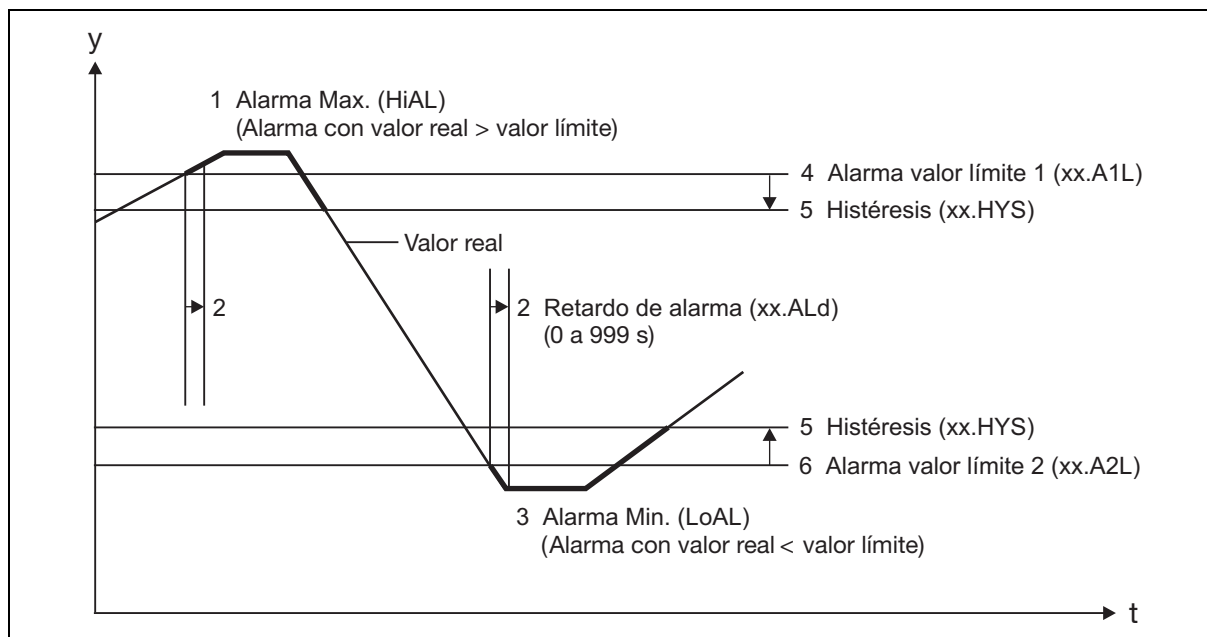

Fig. 9-4 Ajuste de las funciones de alarma
Alarma si se excede el valor límite positivo (después del tiempo de retardo de la alarma), sin consideración de la histéresis (ver gráfico Fig. 9-4, pos. 1).
Alarma si se cae por debajo del valor límite negativo (después del tiempo de retardo de la alarma), sin consideración de la histéresis (ver Fig. 9-4, pos. 3).
Aquí se ajusta el el valor límite para el tipo de alarma 1 y 2 seleccionado (ver Fig. 9-4, pos.4 y pos.6).
La histéresis es la distancia a las alarmas ajustadas de los valores límite 1 o 2 y se ajusta siempre como valor positivo para la alarma máxima y mínima (ver Fig. 9-4, pos. 5).
Con este parámetro se suprimen las interferencias por un corto espacio de tiempo (ver Fig. 9-4. pos.2). La señal de alarma se activa una vez transcurrido el tiempo ajustado en caso de que aún persista el exceso o defecto del valor límite.